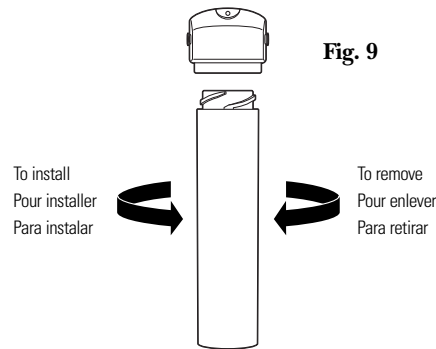

Fig. 9
2. Remove the filter canister from the manifold by rotating the canister to the left about 1/3 turn (Fig. 9).
2. Retirer le filtre à cartouche du collecteur en faisant tourner la cartouche vers la gauche d'environ 1/3 de tour (Fig. 9).
2. Retire el recipiente del filtro del colector rotando el recipiente a la izquierda aproximadamente 1/3 de giro (Fig. 9).